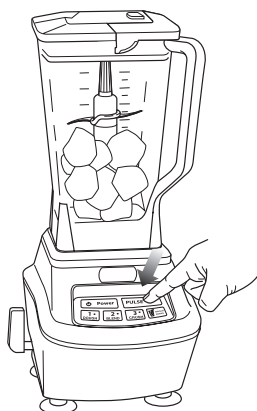

Fig. 6
- 9** Seleccione la velocidad de acuerdo con sus necesidades. (Fig. 6)